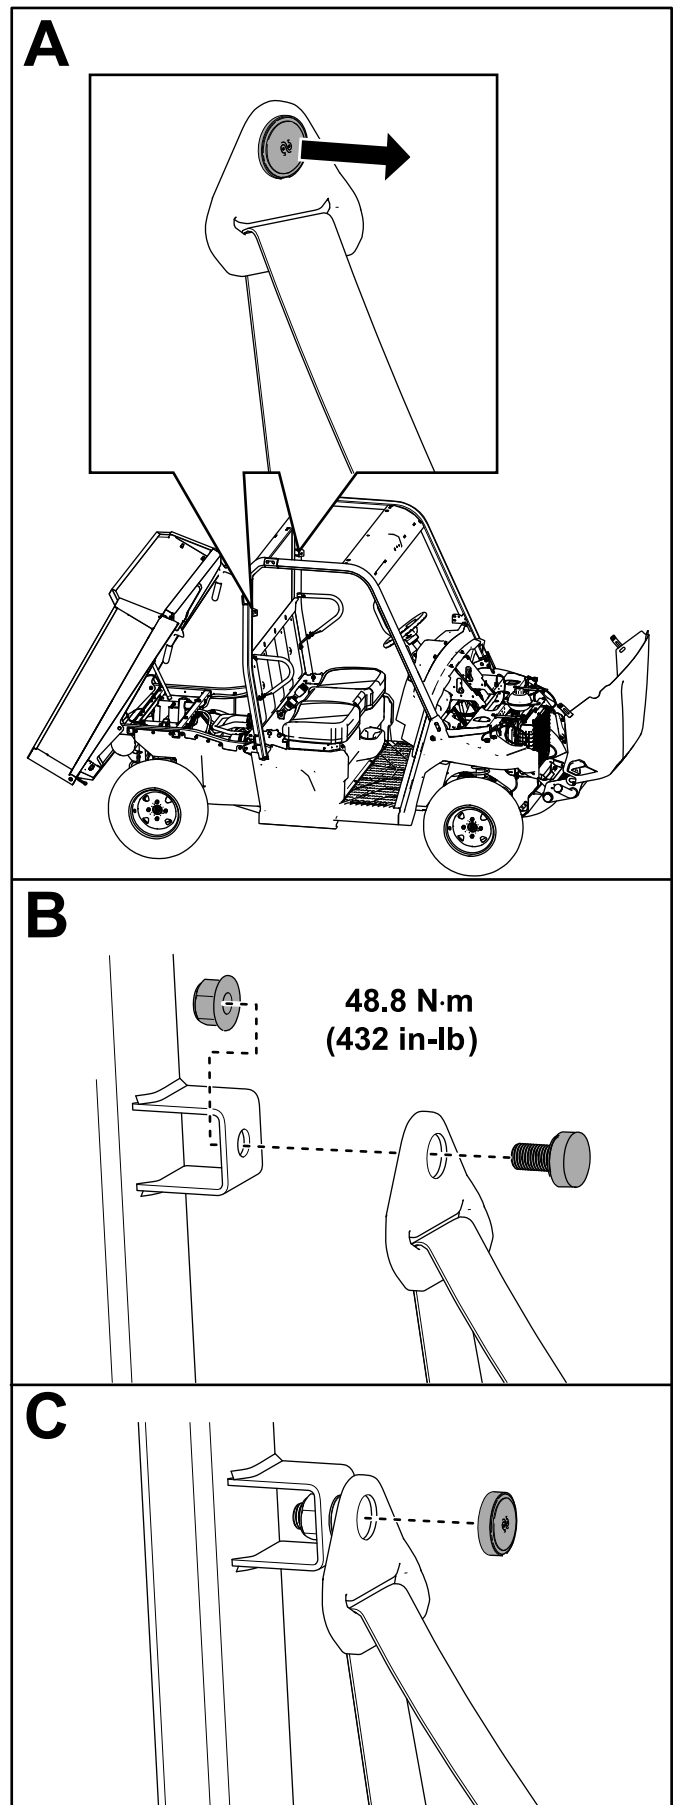

Bild 22
A. Entfernen Sie die Kappe vom oberen Teil des Sicherheitsgurtes (**Bild 22**).
B. Führen Sie den Sicherheitsgurt in die Halterung des Überrollbügels ein und sichern Sie den Sicherheitsgurt mit einer Sicherungsmutter (7/16"), wie in **Bild 22** dargestellt.
Ziehen Sie die Sicherungsmutter (7/16") auf ein Drehmoment von 48,8 N·m fest, wie in **Bild 22** dargestellt.
C. Schrauben Sie den Deckel auf (**Bild 22**).